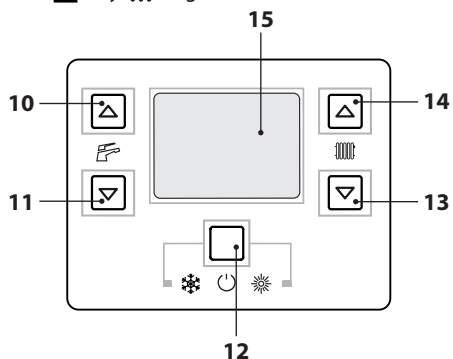

Figura 2.2
- Mantenga pulsado durante 2 segundos el botón 12 hasta que aparezcan en el display los símbolos  y  (Figura 2.2).